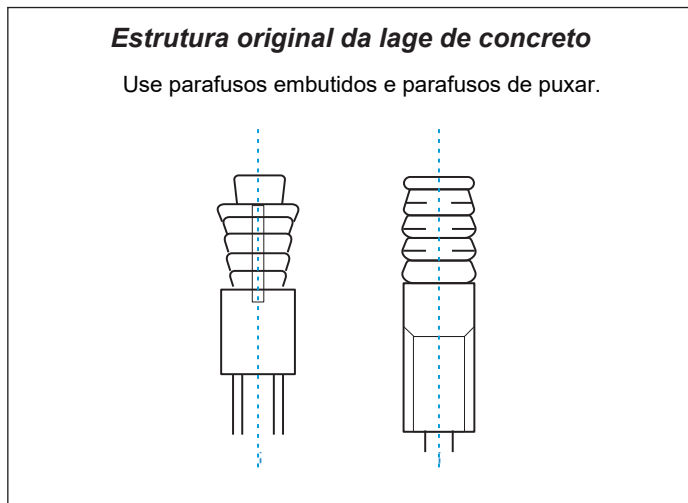

Figura 3.2
- Defina o local no teto do ambiente ou no telhado do prédio para montagem e faça quatro furos de Ø12 mm X 50-55 mm. Depois encaixe e defina as âncoras do gancho de expansão (acessório adquirido) nesses furos. Consulte a Figura 3.2.